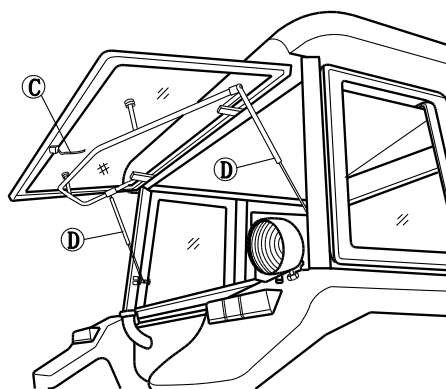

Figura 6-16 Ventana trasera de cabina
(2) Ventana trasera
Gire el mango de la mano (C), la barra de soporte del resorte de aire (D) sostiene el vidrio y la ventana trasera se abre (véase la Figura 6-16).